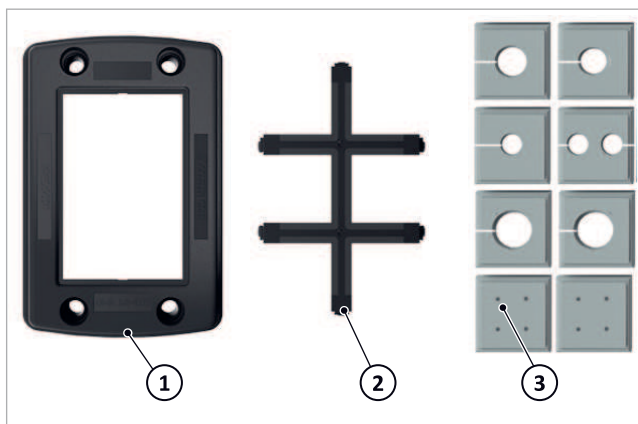

Fig. 71: Sistema de paso de conductos con tubería de gasóleo
3. Guíe las tuberías de gasóleo del quemador al filtro por el recorte (1) de la chapa base y conéctelas. Para ello, si es necesario, extraiga el inserto (véase → Fig. 71, pág. 30.) y vuelva a insertarlo.